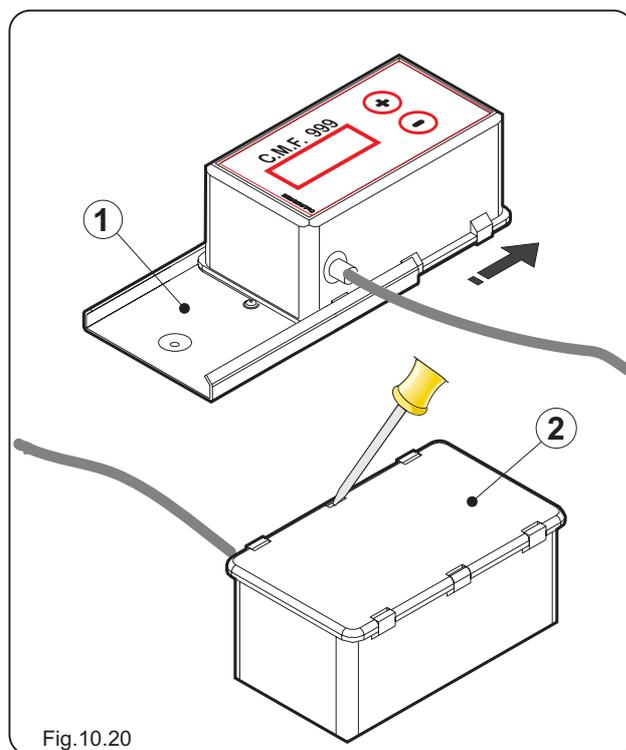

Fig.10.20
3. Insérer les batteries dans le logement **3** comme spécifié dans la figure 10.20.